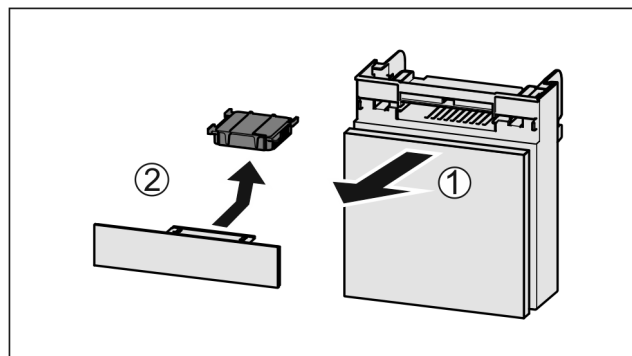

Fig. 166
- Extraire le compartiment par l'avant Fig. 166 (1).
- Sortir le filtre à charbon actif Fig. 166 (2).